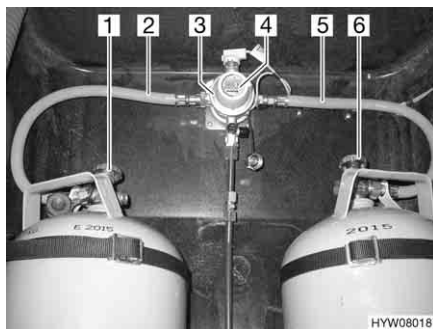
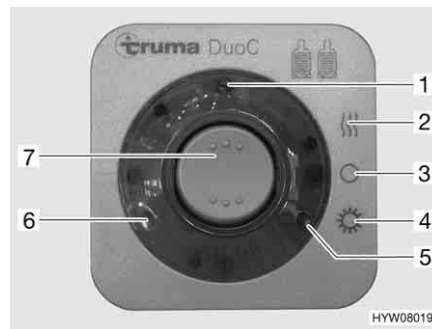

Fig. 47 Impianto di commutazione DuoControl
Fig. 48 Centralina di controllo
L'impianto di commutazione DuoControl è costituito da una valvola di commutazione (Fig. 47,3) e da una centralina di controllo (Fig. 48). La valvola di commutazione è installata tra i tubi del gas (Fig. 47,2 e 5). Con la manopola (Fig. 47,4) sulla valvola di commutazione è possibile stabilire, quale delle bombole del gas viene utilizzata come bombola in uso e quale bombola del gas viene utilizzata come bombola di riserva.
Sulla centralina di controllo (Fig. 48) possono venire azionate solo le funzioni elettriche. Le valvole principali di arresto delle bombole del gas (Fig. 47,1 e 6) devono essere aperti manualmente.
La valvola di commutazione garantisce una pressione del gas costante, indipendentemente da quale bombola provenga l'alimentazione del gas. Le due spie di controllo sulla centralina di controllo indicano il livello di riempimento della bombola in uso. Se è accesa la spia di controllo verde (Fig. 48,6), la bombola in uso è piena. Se è accesa la spia di controllo rossa (Fig. 48,5), la bombola in uso è vuota. Il rifornimento di gas avviene poi tramite la bombola di riserva.
- Aprire le valvole principali di arresto delle bombole del gas (Fig. 47,1 e 6).
- Con la manopola (Fig. 47,4) sulla valvola di commutazione (Fig. 47,3) selezionare la bombola del gas, da cui proviene la principale alimentazione del gas (bombola in uso).
- Sulla centralina di controllo (Fig. 48) attivare l'impianto di commutazione DuoControl.
Posizionare l'interruttore a bilico (Fig. 48,7) su funzionamento invernale "On e riscaldamento" (Fig. 48,2) oppure su funzionamento estivo "On" (Fig. 48,4). La valvola di commutazione è ora disareata. La spia di controllo gialla (Fig. 48,1) è accesa, se si seleziona la modalità di funzionamento invernale e l'impianto antighiaccio con regolatore è attivato.
- Portare l'interruttore a bilico (Fig. 48,7) in posizione "O" (Fig. 48,3). La spia gialla di controllo (Fig. 48,1) si spegne.
- Chiudere le valvole principali di arresto delle bombole del gas (Fig. 47,1 e 6).
Le spie di controllo sulla centralina di controllo (Fig. 48,5 e 6) segnalano all'interno del veicolo, se la bombola in uso è pronta al funzionamento.
Se la spia di controllo verde (Fig. 48,6) si spegne durante il funzionamento e la spia di controllo rossa (Fig. 48,5) si accende, significa che la bombola del gas selezionata come bombola in uso è vuota e deve essere sostituita. La bombola di riserva continua ad alimentare le utenze a gas.